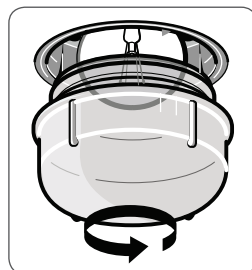

Figura 15
1. Gire a tampa de vidro que protege a lâmpada girando-a no sentido anti-horário (Figura 15)